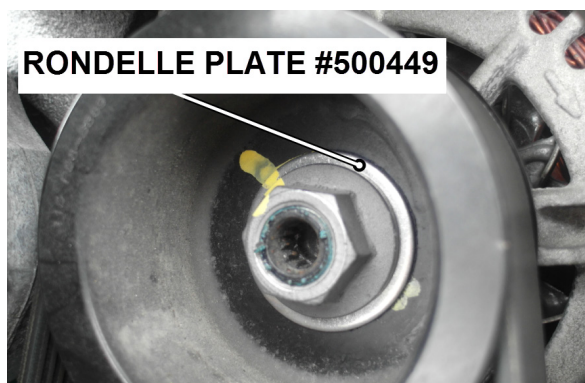

FIGURE 24
12. Une (1) rondelle plate #500449 **est requise** entre la poulie et l'écrou à bride (FIGURE 24).